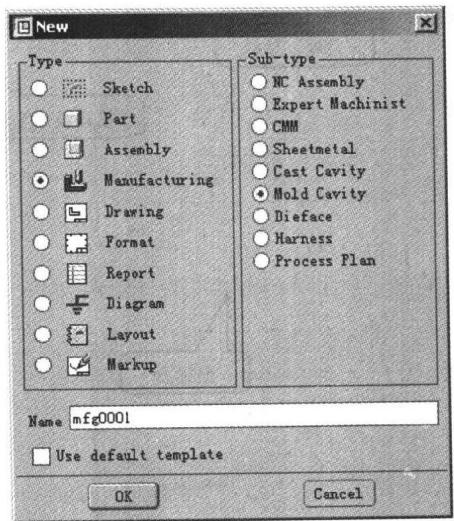
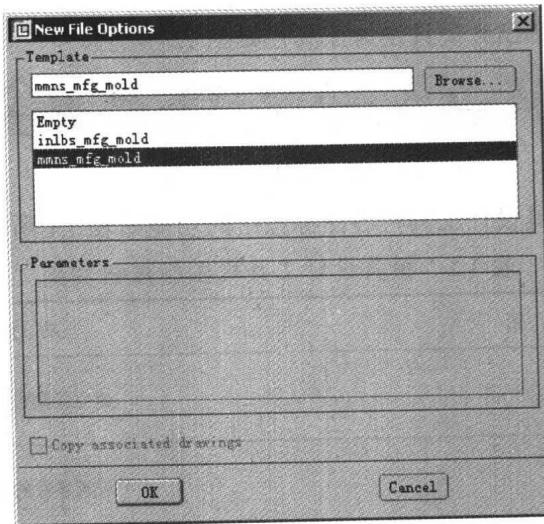

图 1.4 “New” 对话框
图 1.5 “New File Option” 对话框
(1) 选择菜单“File”->“New...”命令，打开如图 1.4 所示的“New”对话框。
(2) 在如图 1.4 所示的“New”对话框的“Type”区域中选择“Manufacturing”单选按钮；在“Sub-type”区域中选择“Mold Cavity”单选按钮；在“Name”文本框中输入模具设计文件名；单击“Use default template”复选框去掉复选标记。最后单击“OK”按钮打开如图 1.5 所示的“New File Option”对话框。
(3) 在如图 1.5 所示的“New File Option”对话框的“Template”区域中选择“mms_mfg_mold”，单击“OK”按钮进入模具设计环境。